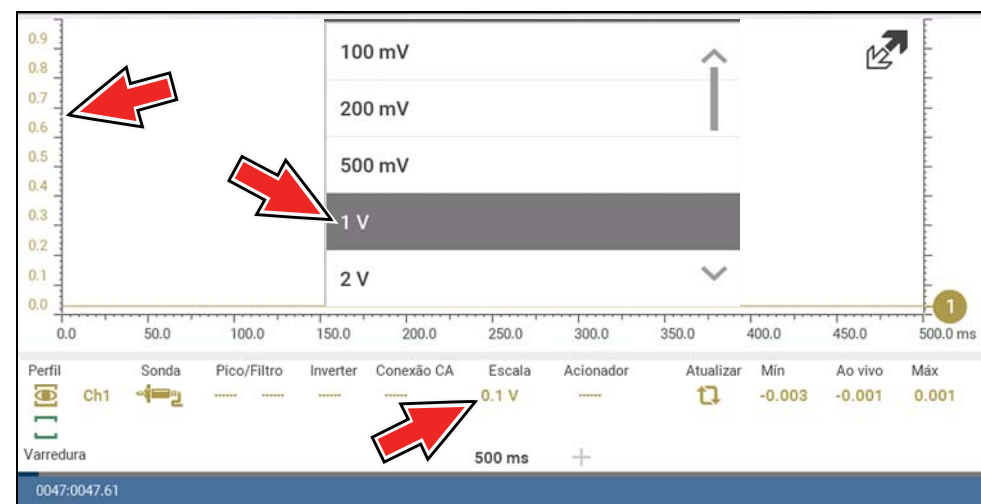

Figura 8-33
**Exemplo (Figura 8-33):** Se a escala vertical estiver definida como 1 V, o valor exibido é 0,1 V.